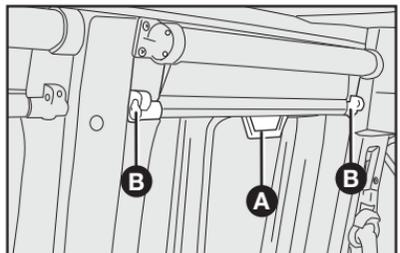

fig. 57
## CORTINAS - figs. 57 e 58
- Segurando pelo puxador **A-fig. 57**, puxar a cortina, soltando-a das travas **B-fig. 57**.
- A cortina abre-se automaticamente, pela ação de uma mola. Acompanhar o movimento da cortina até que se prenda nas travas **B-fig. 57**.